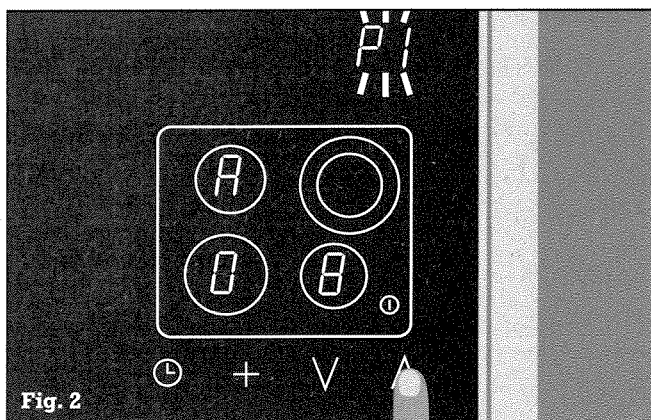

Fig. 2
- Ahora puede seleccionar un tiempo de cocción inicial de 1 a 15 minutos accionando sobre los símbolos ∇ o bien Δ . En el cuadro de indicación de cocción inicial se muestra un tiempo ajustado de ($R 0 1$ hasta $R 1 5$) y $P I$ parpadea (solicitud de memorización) (Fig. 2).